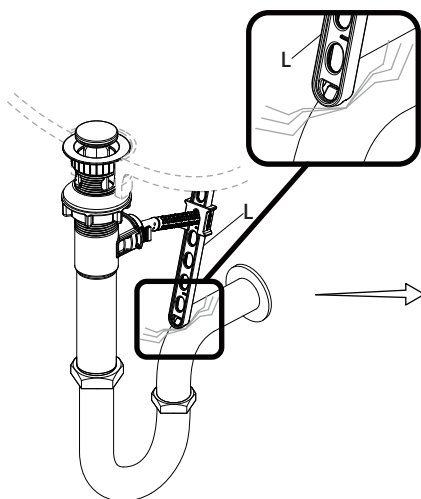

Fig. 1
- Si la sangle de la tige de levage de l'évacuation mécanique (L) gêne votre installation, comme illustré sur la Fig. 1, la sangle de la tige de levage (L) peut être raccourcie.